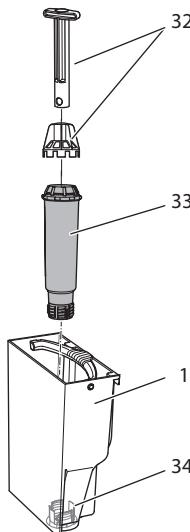

Abb. 19: Wasserfilter ein- oder ausschrauben
- Entfernen Sie den Wasserfilter (siehe Abb. 19 auf Seite 24).
9. Setzen Sie einen neuen Filter in den Wassertank ein (siehe Abb. 19).
3. Entfernen Sie den Wasserfilter (siehe Abb. 19).